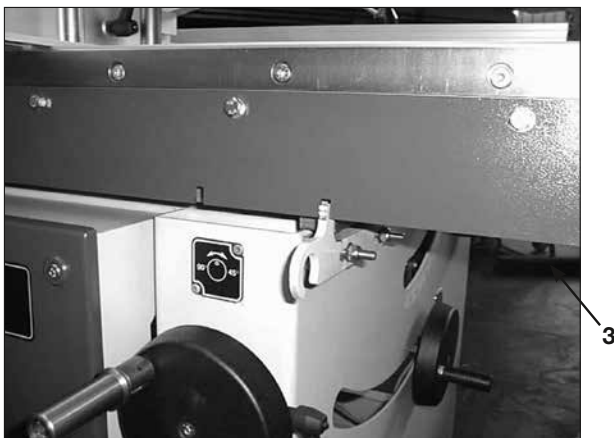

Fig.15
# Blocage de la table à déligner de E-300 (Fig.15)
Le verrou se trouve sur le côté de la machine (fig.15). Le verrouillage peut s'effectuer sur trois endroits le long de la table à déligner. Tirez simplement le verrou (1) vers l'avant et enclenchez-le dans un des trois ouvertures sur le côté. Pour libérer, poussez le verrou vers l'arrière.
# Blocage de la table à délignier de la E-2800 (Fig.15 bis)
Fig.15 bis